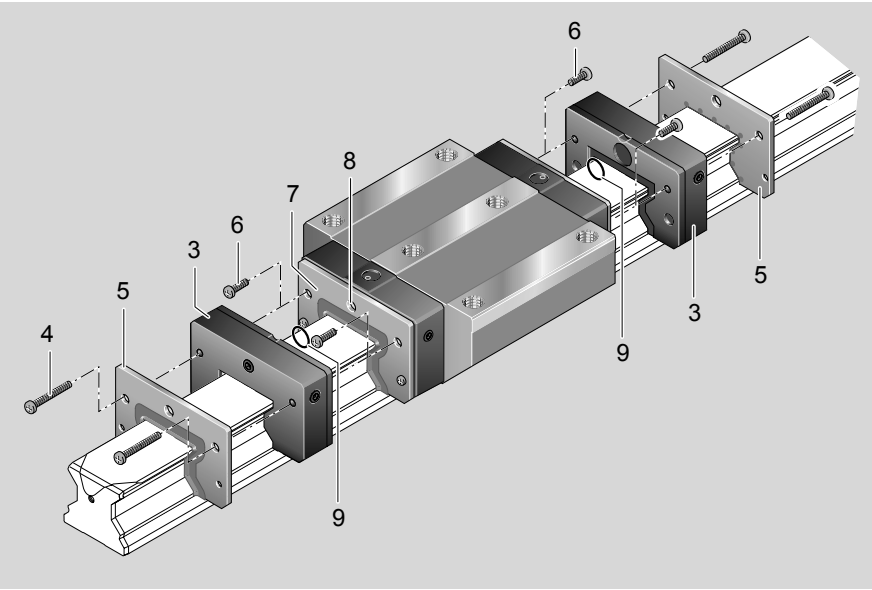

图 3
⚠ 在滑块两端各安装一个前置润滑单元 (图 3, 标号 3)!
- 取下螺栓 (图 3, 标号 6) – 规格 65 的产品上有四只螺栓。螺栓 (6) 不要再使用!
- 如果滑块上装有前置密封 (7), 留在原位不动。
- 将前置润滑单元 (3) 和附加的前置密封 (5) 推上导轨, 与滑块校正。
- 在规格 25 中, 取下螺塞 (8), 并将 O 型圈 (9) 放在滑块和前置润滑单元之间。